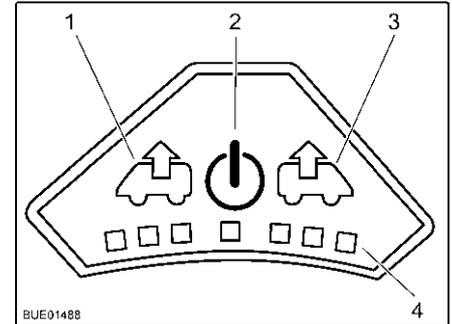

Fig. 86 Quadro comandi del ventilatore
**Accensione:** ■ Premere il tasto On/Off (Fig. 86,2). Il ventilatore funziona in modalità comfort (sfiato al numero di giri minimi del ventilatore).
**Sfiato:** ■ Per aumentare il numero di giri del ventilatore: Premere il tasto Sfiato (Fig. 86,1). Il numero di giri del ventilatore aumenta di uno stadio in direzione sfiato. I LED (Fig. 86,4) indicano gli stadi di commutazione.
■ Per ridurre il numero di giri del ventilatore: Premere il tasto Aerazione (Fig. 86,3). Il numero di giri del ventilatore si riduce di uno stadio.
**Aerazione:** ■ Per aumentare il numero di giri del ventilatore: Premere il tasto Aerazione (Fig. 86,3). Il numero di giri del ventilatore aumenta di uno stadio in direzione aerazione. I LED (Fig. 86,4) indicano gli stadi di commutazione.
■ Per ridurre il numero di giri del ventilatore: Premere il tasto Sfiato (Fig. 86,1). Il numero di giri del ventilatore si riduce di uno stadio.
- Premere il tasto On/Off (Fig. 86,2). Il ventilatore si ferma, i LED si spengono.